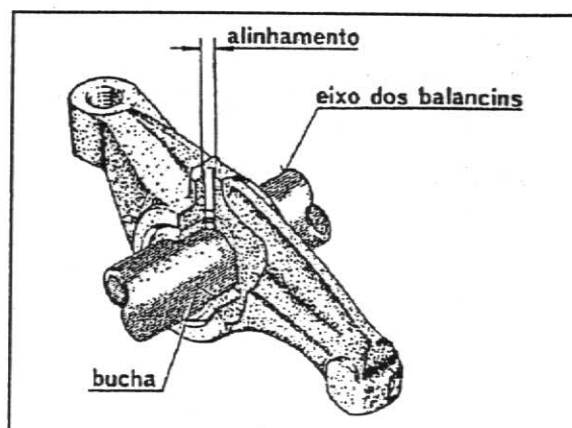

Fig. 9
1. Monte um bujão novo nas extremidades do eixo removido. Monte a bucha no balancim, certificando-se que os orifícios de lubrificação fiquem alinhados, fig.9.